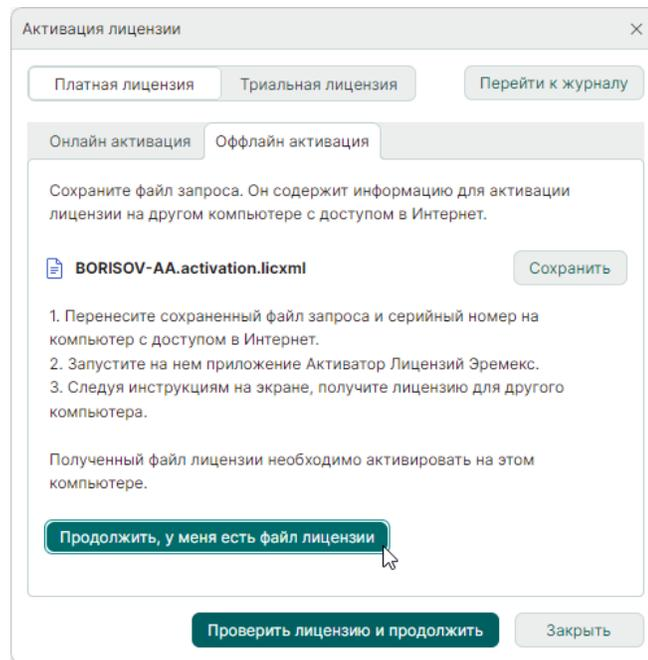

Рис. 24 Кнопка «Продолжить, у меня есть файл лицензии»
8. Нажмите «Продолжить, у меня есть файл лицензии», см. Рис. 24.